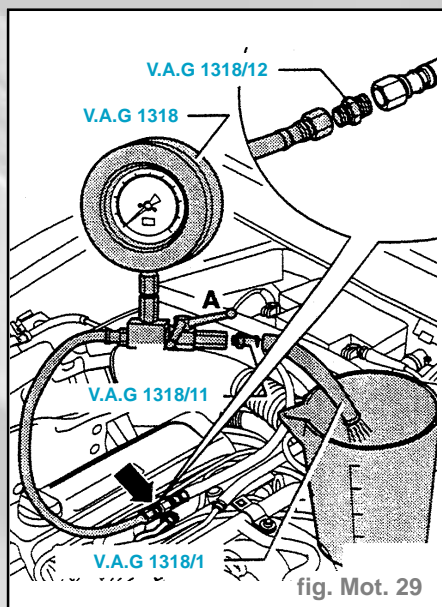

fig. Mot. 29
- Brancher le dispositif manométrique V.A.G 1318 avec l'adaptateur V.A.G 1318/12 sur la conduite d'alimentation en carburant (fig. Mot. 29).
Nota : Ce contrôle permet de vérifier simultanément l'étanchéité des raccords de la conduite d'alimentation en carburant jusqu'au point de raccordement du dispositif manométrique V.A.G 1318 (fig. Mot. 29).